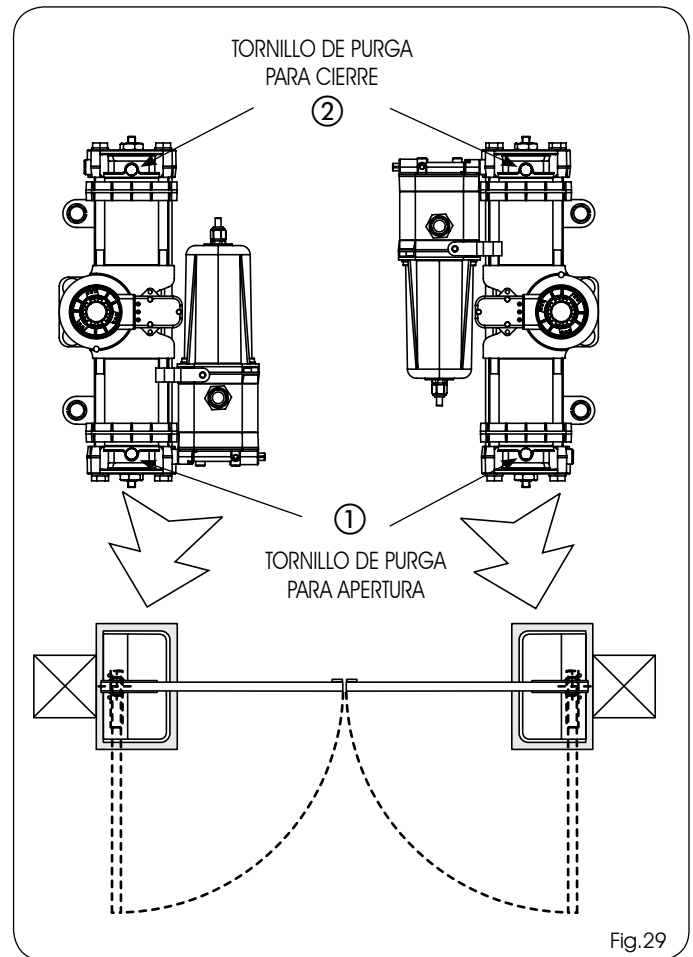

Fig.29
- 2) Durante el movimiento de la hoja, afloje el tornillo de purga de apertura (Fig.29 ref.①)
- 6) Durante el movimiento de la hoja, afloje el tornillo de purga de cierre (Fig.29 ref.②)